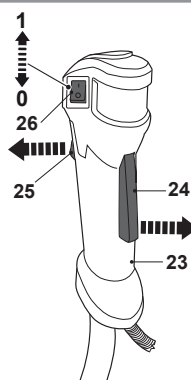

Fig. 33
- > Appuyez sur le verrouillage de l'accélérateur (24) et sur la commande de l'accélérateur (25) et laissez l'appareil fonctionner au ralenti de 10 à 15 secondes (Fig. 33).
- > Placez le commutateur de marche (26) à la position d'arrêt «O» .